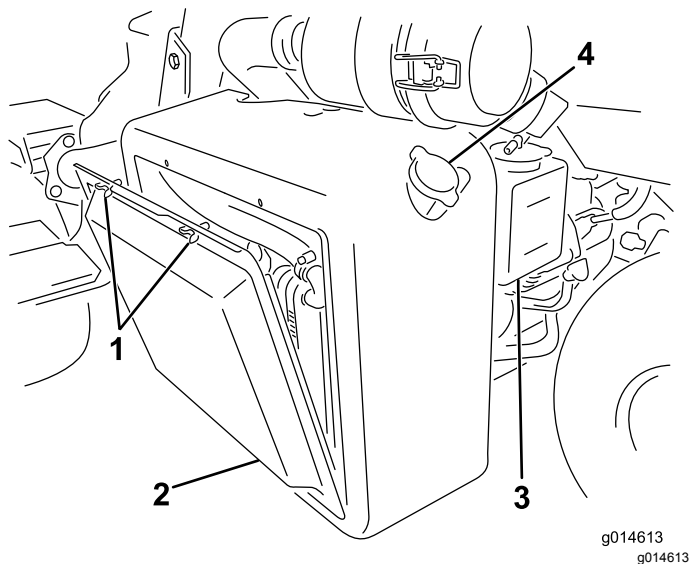

Figura 52
1. Retire o painel do radiador (Figura 52).